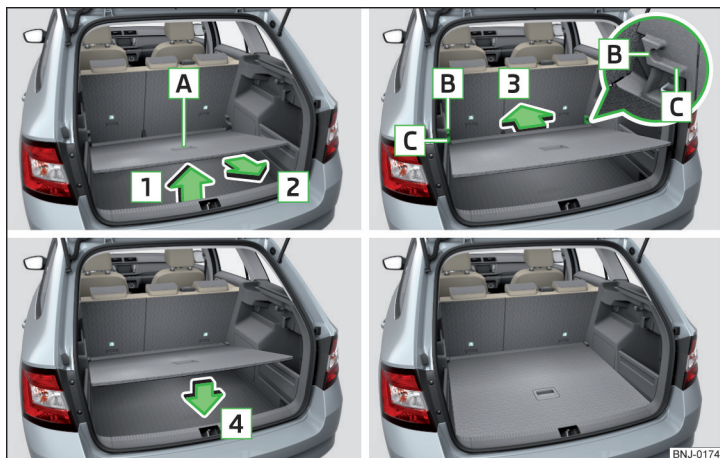

Fig. 106 Reglarea podelei variabile în poziția superioară
- Prindeți podeaua variabilă de mânerul **A** » fig. 106.